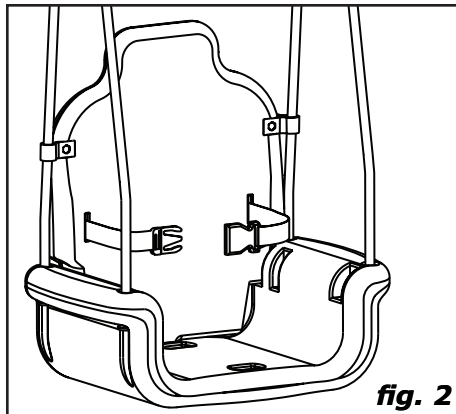

fig. 2
3. Het gebruik van het product is enkel toegelaten onder voortdurend toezicht van een volwassene. Het product zoals aangegeven in fig. 1 is enkel geschikt voor kinderen van 9 tot 36 maanden, vermits zelfstandig rechttzitten vereist is en de afmetingen en constructie van het product niet afgestemd zijn op kinderen ouder dan 3 jaar. Het product zoals aangegeven in fig. 2 & 3 is ongeschikt voor kinderen jonger dan 36 maanden, bij gebrek aan extra veiligheidsvoorzieningen en gezien de beperkte mentale mogelijkheden van peuters.
3. L'utilisation du produit est uniquement autorisée sous contrôle d'un adulte. Le produit comme montré dans fig. 1 convient uniquement aux enfants entre 9 et 36 mois, puisqu'il exige la capacité de rester assis de façon autonome et puisque les dimensions et la construction du produit ne sont pas adaptées aux enfants de plus de 3 ans. Le produit comme montré dans fig. 2 & 3 ne convient pas aux enfants de moins de 36 mois par manque de mesures de sécurité supplémentaires et à cause des capacités mentales limitées des petits enfants.
EN The product as shown in fig. 2 & 3 is unsuitable for children younger than 36 months of age, due to a lack of extra safety precautions and taking into account the limited mental capacities of toddlers.
FR Ce produit comme montré dans fig. 2 & 3 ne convient pas aux enfants de moins de 36 mois par manque de mesures de sécurité supplémentaires et à cause des capacités mentales limitées des petits enfants.
NL Het product zoals aangegeven in fig. 2 & 3 is ongeschikt voor kinderen jonger dan 36 maanden, bij gebrek aan extra veiligheidsvoorzieningen en gezien de beperkte mentale mogelijkheden van peuters.
DE Das Produkt als in Fig. 2 & 3 angegeben ist nicht geeignet für Kinder unter 36 Monaten, weil extra Sicherheitsmassnahmen fehlen und durch die eingeschränkte mentale Fähigkeit des Kindes.
ES El producto como mostrado en fig. 2 & 3 es inadecuado para los niños más joven de 36 meses, por carencia de las fuentes adicionales de la seguridad y las posibilidades mentales restringidas de niños pequeños.
IT Il prodotto così mostrato in fig. 2 & 3 non è adatto ai bimbi di età inferiore a 36 mesi per mancanza di misure di sicurezza supplementari ed a causa delle capacità mentali limitate dei bimbi.
- Das Benutzen von diesem Produkt ist nur zugelassen unter der ständigen Aufsicht eines Erwachsenen. Das Produkt als in fig. 1 angegeben ist nur geeignet für Kinder von 9 bis 36 Monaten, weil Selbstständig sitzen notwendig ist und weil die Abmessungen und Konstruktion des Produktes nicht geeignet sind für Kinder über 3 Jahren. Das Produkt als in Fig. 2 & 3 angegeben ist nicht geeignet für Kinder unter 36 Monaten, weil extra Sicherheitsmassnahmen fehlen und durch die eingeschränkte mentale Fähigkeit des Kindes.
3. El uso de este producto esta solo permitido con vigilancia de un adulto. Este producto como mostrado en fig. 1 es solamente conveniente para niños de 9 hasta 36 meses, puesto que poder sentarse derecho independiente es necesario y que las dimensiones y la construcción del producto son inadecuadas para los niños mayores de 3 años. El producto como mostrado en fig. 2 & 3 es inadecuado para los niños más joven de 36 meses, por carencia de las fuentes adicionales de la seguridad y las posibilidades mentales restrictas de niños pequeños.
3. Il prodotto deve essere utilizzato esclusivamente sotto la costante supervisione di un adulto. Questo prodotto così mostrare in fig. 1 è unicamente adatto per bimbi tra 9 e 36 mesi perché ci vuole la capacità di rimanere seduto in modo autonomo e perché le dimensioni e la costruzione del prodotto non sono adatte per bimbi di età superiore a 3 anni. Il prodotto così mostrare in fig. 2 & 3 non è adatto ai bimbi di età inferiore a 36 mesi per mancanza di misure di sicurezza supplementari ed a causa delle capacità mentali limitate dei bimbi.